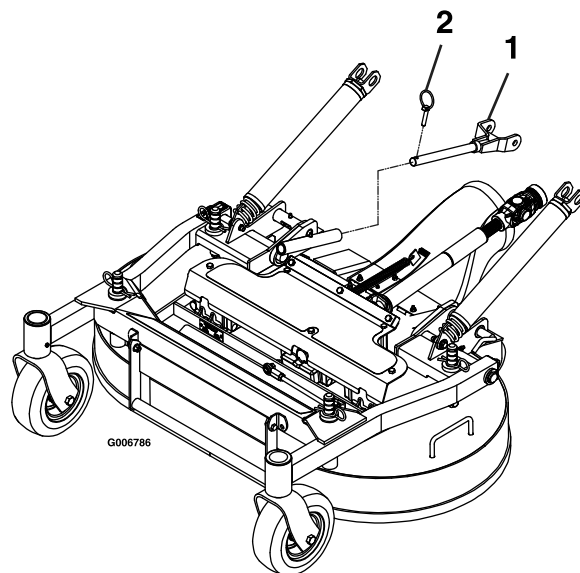

Figura 76
6. Rimuovete gli acciarini nella parte anteriore dei bracci di spinta su entrambi i lati della macchina (Figura 76).
6. Fissate i bracci di spinta con gli acciarini sul lato sinistro e destro della macchina (Figura 76).